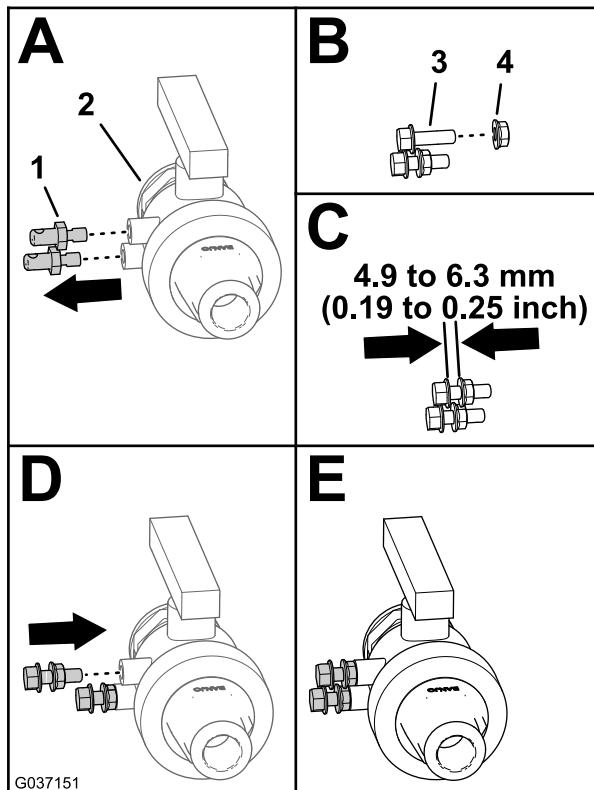

Bild 12
3. Entfernen Sie die beiden Montagestifte vom Ablassventil (Kasten A in Bild 12).
4. Schrauben Sie die beiden Sicherungsbundmuttern (5/16") auf die beiden Bundkopfschrauben (5/16" x 1"), wie in (Kasten B und C in Bild 12) dargestellt.
5. Montieren Sie die Sicherungsbundmuttern und die Bundkopfschrauben am Ablassventil und ziehen Sie diese handfest an (Kasten D und E in Bild 12).